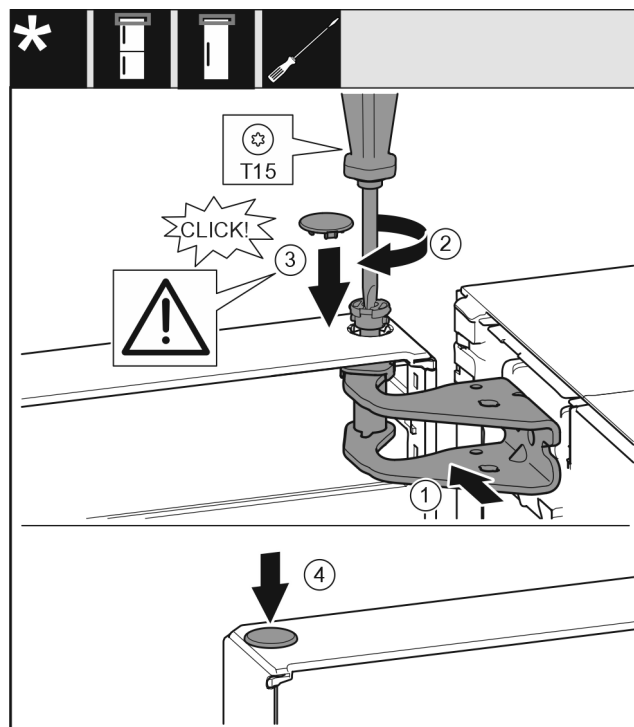

Fig. 26
- Выровняйте дверь вверх по отверстию в опорном кронштейне Fig. 26 (1).
- Вставьте палец Fig. 26 (2) и затяните отверткой.
- Установите предохранительную крышку Fig. 26 (3) для защиты двери: вставьте предохранительную крышку и проверьте, прилегает ли она к двери. В ином случае вставьте палец полностью.
- ▶ Вставьте заглушку Fig. 26 (4).